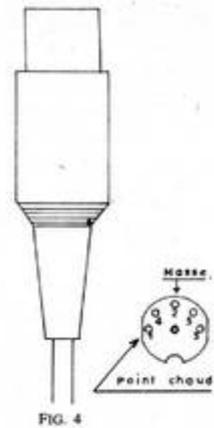

FIG. 4
9. Souder le câble micro gris sur les deux cosses DR71, en regardant le circuit côté éléments la première cosse (gauche) étant la masse, souder la tresse du câble. Et l'autre sortie du blindé (sous gaine blanche), à la 2^e cosse DR71. La prise de sortie est du type DIN à 5 broches (Fig. 4)